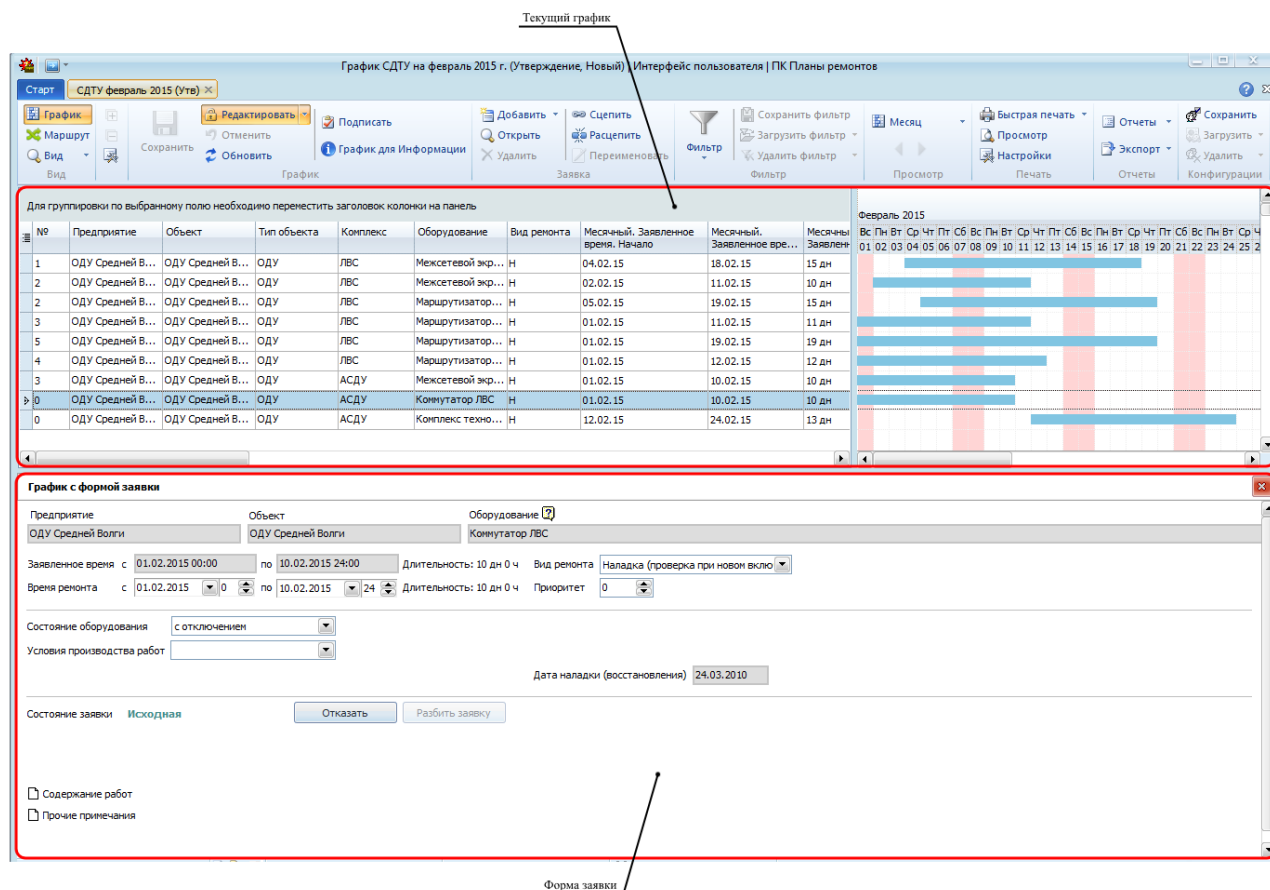

Рисунок 10.32 – Режим просмотра графика «Диаграмма с формой заявки»
- **«График с формой заявки»**. График представлен в виде таблицы и диаграммы с формой заявки в области параллельного просмотра (Рисунок 10.32). Включение режима осуществляется выбором пункта «График с формой заявки» из раскрывающегося списка по кнопке « Вид» (Рисунок 10.30).